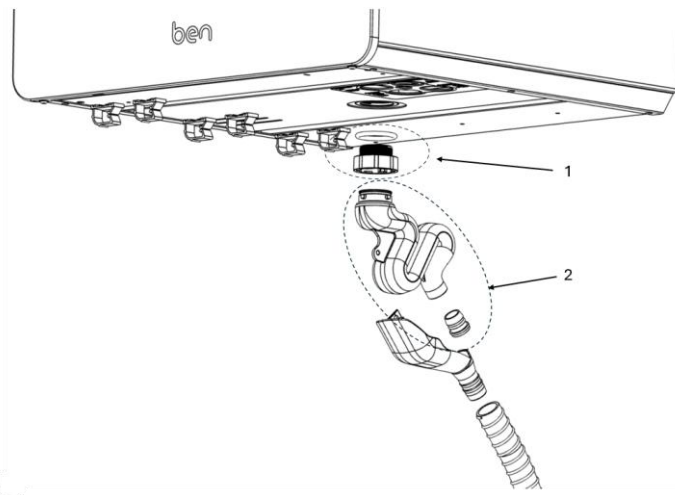

Fig. 6-15 - Montage sifon aan de BEN Dual-AIR
BEN: Draai de schroefbuis met o-ring onder in de BEN stevig vast (Fig.6-15 (1)) . Druk de adapter in de uitloop van de sifon (2) en click de Driptray eronder zodat de condens afvoerslang hierop bevestigd kan worden. Nu kan de sifon in de gewenste richting in de schroefbus gestoken worden en draai de sifon vervolgens ca. 30 graden om te borgen (bajonet sluiting).
8. Draai de schroefbuis met o-ring onder in de BEN stevig vast (Fig.6-15 (1)) . Druk de adapter in de uitloop van de sifon (2) en click de Drip tray eronder zodat de condens afvoerslang hierop